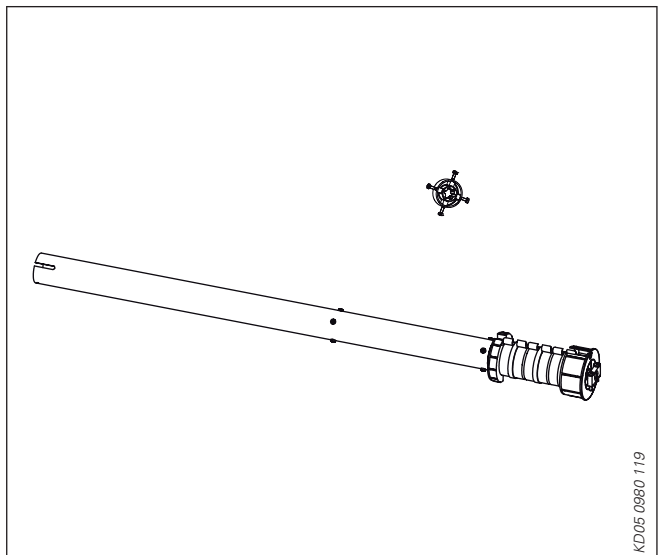

Abb. 4: Befestigungsschraube Motormitnehmer
- Die 4 Schrauben vom Mitnehmer herausdrehen. Die Löcher um die Längendifferenz anreißen und in Rohr \varnothing 50 mm bohren (Abb. 4/1).